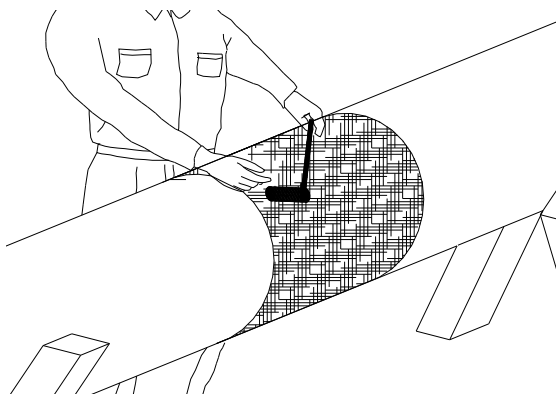

Рис. 4
- удалите пузырьки воздуха при помощи валика (см. рис. 4).